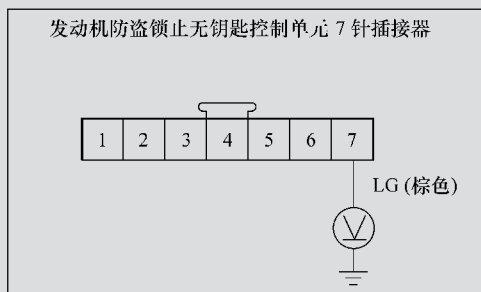

图 29-2 测量 7 号端子对地电压
6) 如图 29-2 所示，当用万用表测量 7 号端子的对地电压时，为 0.8V，高于标准值 (0.5V)，异常。